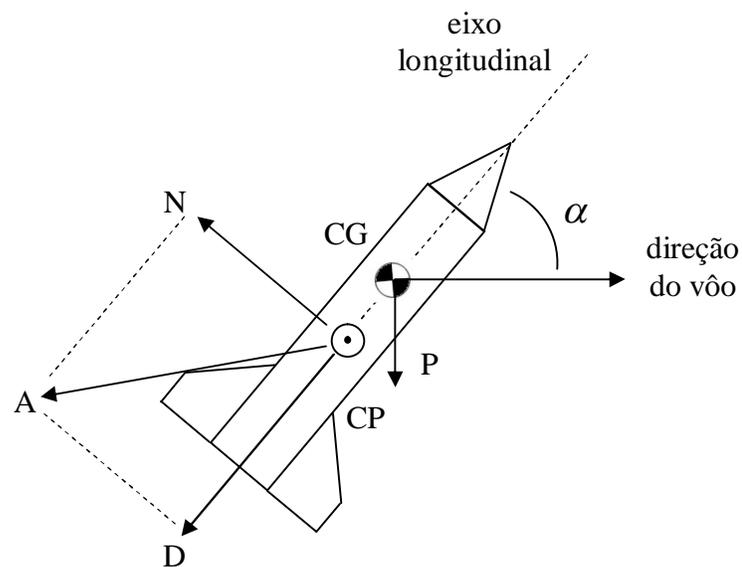

Figura 1: Forças sobre um minifoguete
Força de Arrasto (D) é a componente da força aerodinâmica (A) que atua no eixo longitudinal do minifoguete (MF), no sentido contrário ao seu movimento (figura 1).